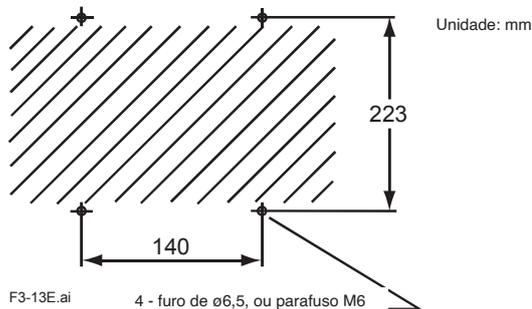

Figura 3.18 Orifícios de montagem
- (1) Faça um furo na parede conforme ilustrado na Figura 3.18.